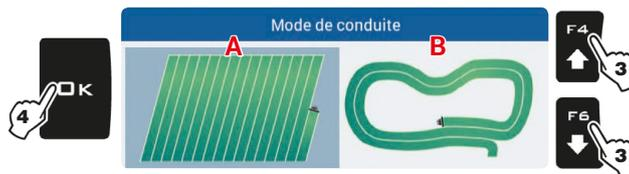

Fig. 199
- 3 Sélectionnez le mode de conduite (Fig. 199) : appuyez sur **F4** et **F6** pour vous déplacer entre les rubriques disponibles (**A - Mode rectiligne**, **B - Mode conduite libre**)